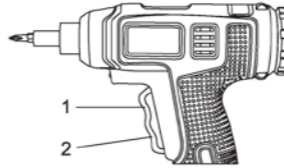

Fig. 5
1. Pour visser, appuyez sur la partie supérieure de l'interrupteur à gâchette (1) (Fig. 5).
2. Pour dévisser, appuyez sur la partie inférieure de l'interrupteur à gâchette (2).